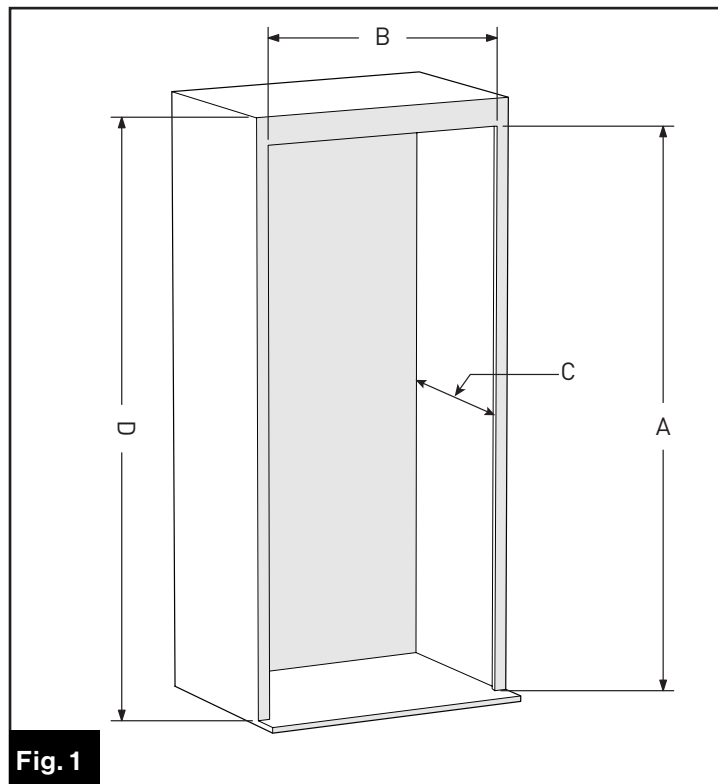

Fig. 1
2. Marque y recorte un área abierta en la pared de acuerdo con las dimensiones descritas en la Fig. 1.